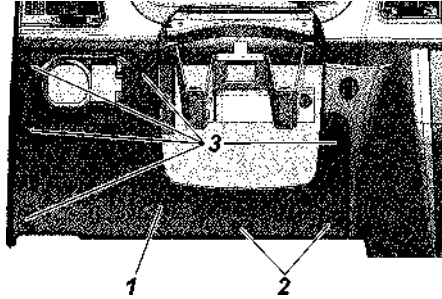

Рис. 9.31. Установка крышки блока реле и предохранителей :
-вывести из зацепления две защелки 2 (рис. 9.31) с оборотной стороны крышки блока, расположенные в нижней ее части;